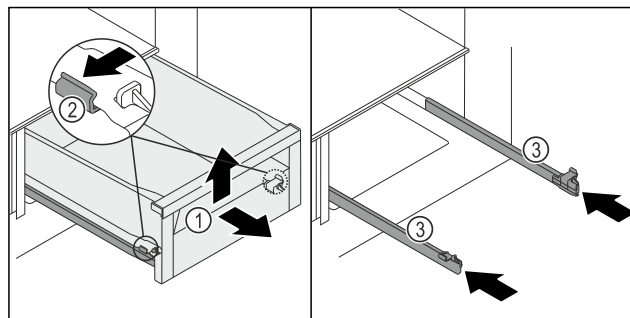

Fig. 129
- Sortir le tiroir Fig. 129 (1) jusqu'en butée.
- Tirer simultanément sur les languettes Fig. 129 (2) des rails situées à gauche et à droite.
- Le tiroir Fig. 129 (1) se détache des rails.
- Soulever l'avant du tiroir Fig. 129 (1).
- Retirer le tiroir Fig. 129 (1) par l'avant.
- Pousser les rails Fig. 129 (3).